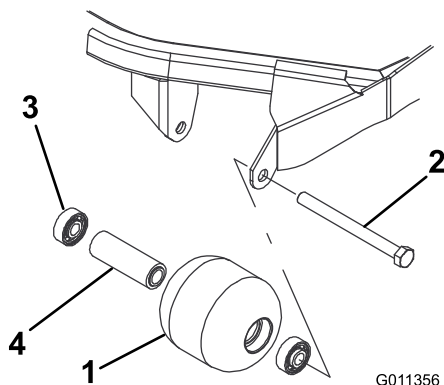

Рисунок 68
1. Снимите болт крепления валика (Рисунок 68).
4. Осмотрите корпус, подшипники и втулку подшипника валика на наличие повреждений (Рисунок 68).
1. Запрессуйте передний подшипник в корпус валика (Рисунок 68). Надавливайте только на наружное кольцо или с одинаковым усилием на внутреннее и наружное кольца.
2. Вставьте втулку подшипника (Рисунок 68).
3. Запрессуйте второй подшипник в корпус валика (Рисунок 68), нажимая с одинаковым усилием на